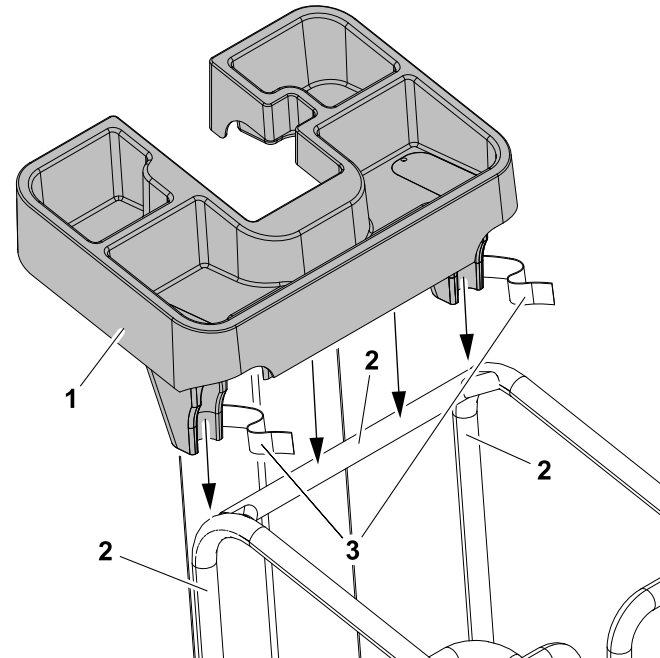

Figura 3-12. Instalação da bandeja de ferramentas
- a. Abaixie a bandeja (1) nos trilhos da plataforma superior (2) na parte dianteira da plataforma. Certifique-se de que os trilhos da parte superior estejam inseridos na entrada dos trilhos abaixo da parte posterior da bandeja e apoiados sobre a alça para carregamento do mastro.
- b. Após a bandeja (1) ter sido encaixada corretamente nos trilhos (2), prenda aos trilhos da lateral dianteira usando as duas tiras da bandeja (3). Verifique se a bandeja está bem presa aos trilhos da plataforma.
- c. Para remover, solte as duas tiras da bandeja (3) que prendem a bandeja (1) aos trilhos da plataforma (2) e levante a bandeja para cima e para fora dos trilhos da plataforma. (Consulte a Figura 3-12.)